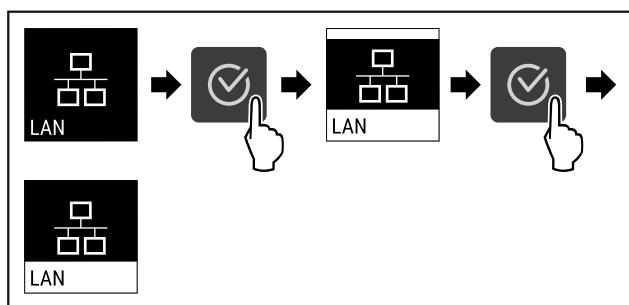

Fig. 81
- Stappen (zie Fig. 81) uitvoeren.